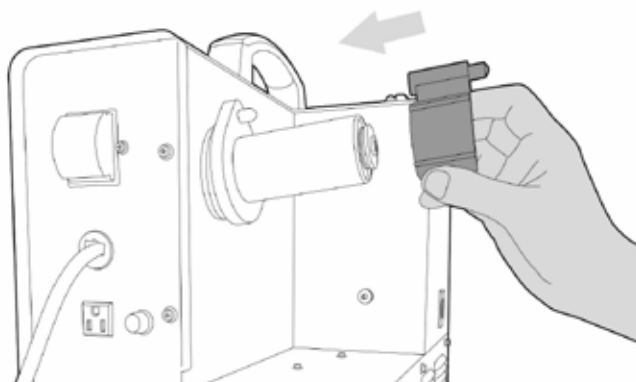

Рис. 8.4.4 Установка адаптера.
1. Установите адаптер для катушки, совместите отверстие адаптера и фиксатор катушки (см. рис. 8.4.4).